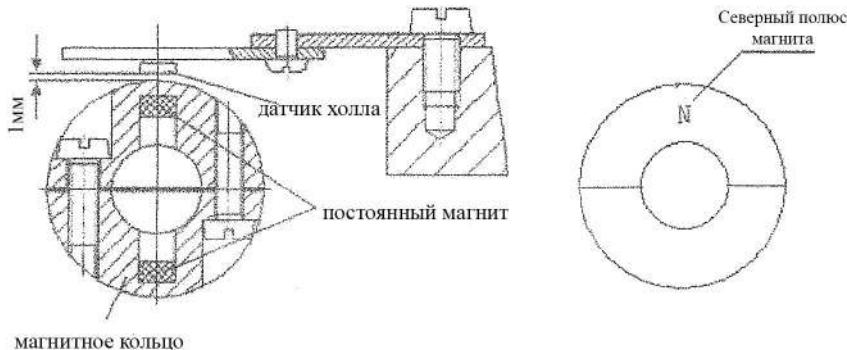

Рис. 5 Магнитное кольцо и плата Холла
4. Установка постоянного магнита и датчиков Холла (см. рис. 5). Поднимите северный полюс магнита верх так, чтобы датчик Холла был повернут к северному полюсу. Одновременно поднимите иглу вверх и убедитесь, что игла приподнята над игольной пластиной на расстояние около 3 мм.